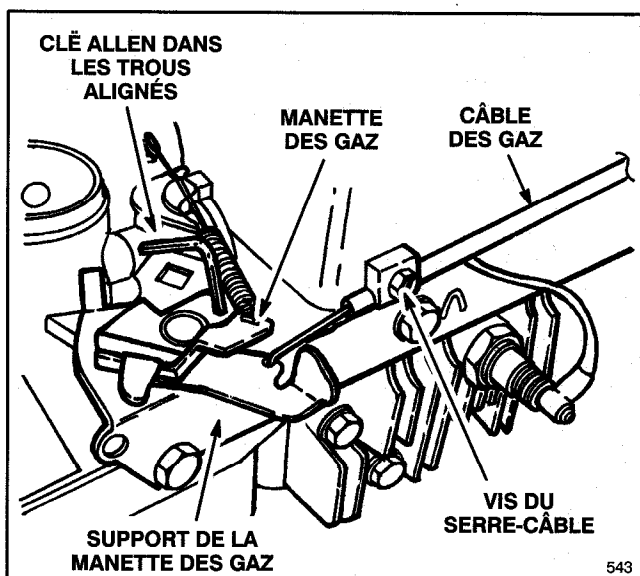

Figure 14
3. Desserrer la vis du serre-câble de façon à permettre au câble de glisser (Fig. 14).
4. Déplacer la manette des gaz vers la gauche ou la droite de manière à aligner les trous de la manette sur ceux du support (Fig. 14). Utiliser une clé Allen, un petit foret ou une goupille pour maintenir les trous l'un en face de l'autre.